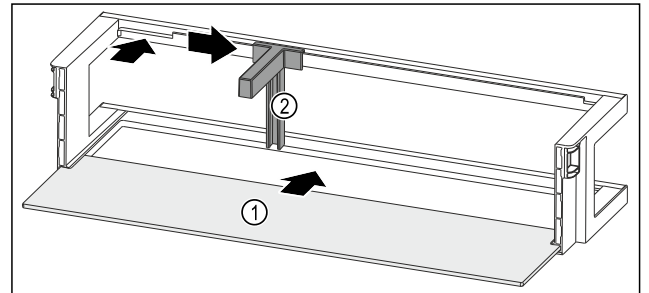

Fig. 53 Oviteline säilytyshyllyn kanssa
- ▶ Työnnä säilytyshylly Fig. 53 (1) sivuilla oleviin koloihin.
- ▶ Aseta pullonpidin Fig. 53 (2) koloon.
- ▶ Työnnä pullonpidin Fig. 53 (2) sivulle haluttuun asentoon.